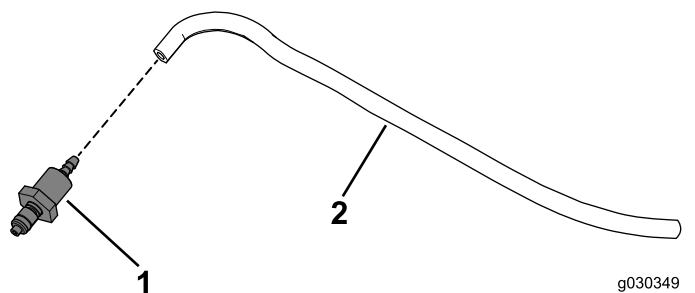

図 37
2. ウォッシャー用ホースのもう一方の端にホースフィッティングを接続する 図 37。